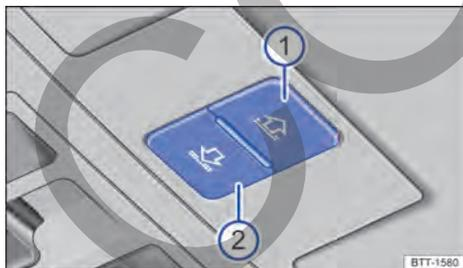

Fig. 83 En el revestimiento interno del techo: teclas para operar la cortina de protección solar.
Las teclas → fig. 83 ① y ② tienen dos niveles. Al presionar las teclas hasta el primer nivel, puede abrir o cerrar la cortina de protección solar total o parcialmente.
- Antes de que pasen unos 5 segundos desde la activación de la función antiaprisionamiento, presione la tecla → fig. 83 ② hasta que la cortina se cierre por completo.